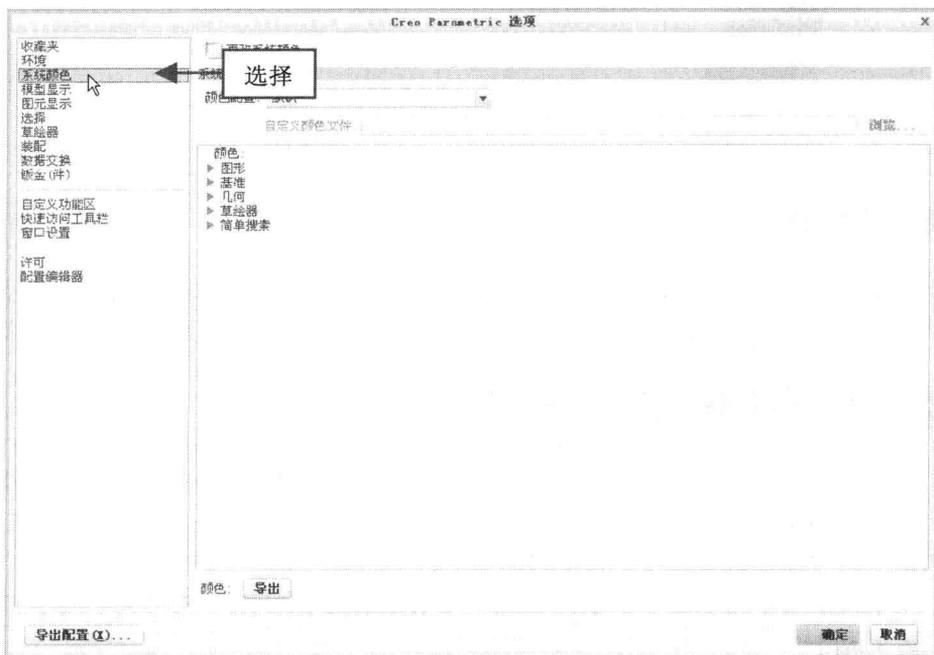

图 1-13 选择相应选项
步骤 ① 单击快速访问工具栏中的【自定义快速访问工具栏】按钮，在弹出的【自定义快速访问工具栏】下拉面板中，选择【更多命令】选项，会弹出【Creo Parametric 选项】对话框，在左侧的选项区中选择【系统颜色】选项，如图 1-13 所示。